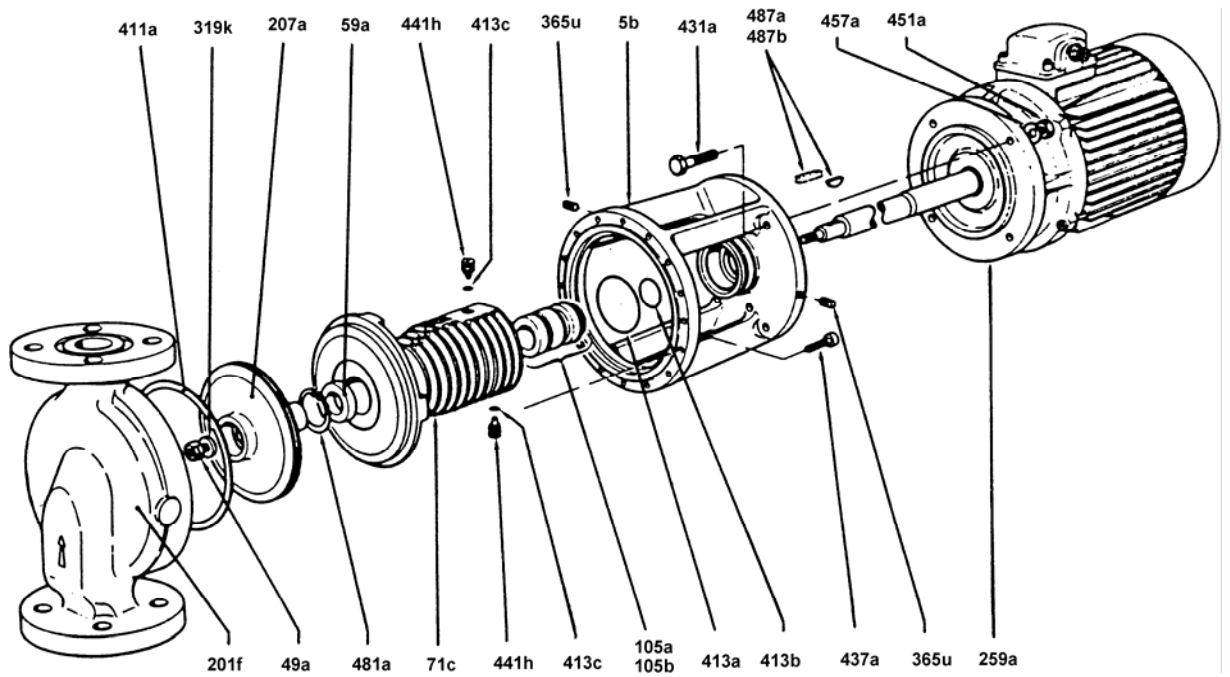
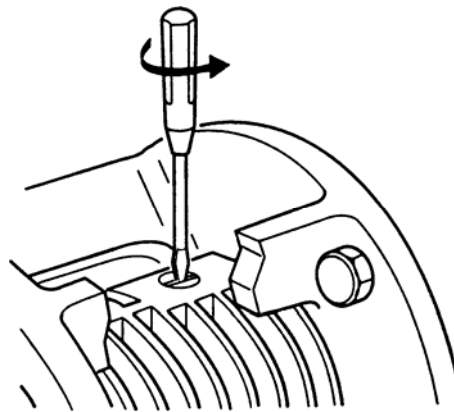

Рис. 1
Рис. 4
- Клеммная коробка мотора не должна быть направлена вниз, так как иначе в неё легко может проникнуть вода. При необходимости корпус насоса после откручивания винтов с внутренними шестигранниками должен проворачиваться так, чтобы клеммная коробка была бы направлена вверх. При этом следует добиться того, чтобы винт для удаления воздуха (рисунок 1, позиция 441h) оказывался бы в самой высокой точке.
- Отверстия на фланце фонаря со стороны мотора (Рис. 1, поз. 365u) не закрывать, так как при помощи них можно визуально определить выход из строя торцевого уплотнения (в случае выхода из строя торцевого уплотнения через эти отверстия будет сочиться вода).
- В зависимости от положения насоса при монтаже винт для удаления воздуха не всегда может находиться в самой верхней точке (рисунок 1, позиция 441h и рисунок 4). В этом случае необходимо путём выкручивания винтов с внутренним шестигранником на
9 Разборка насоса и монтаж/демонтаж (рисунок 1)